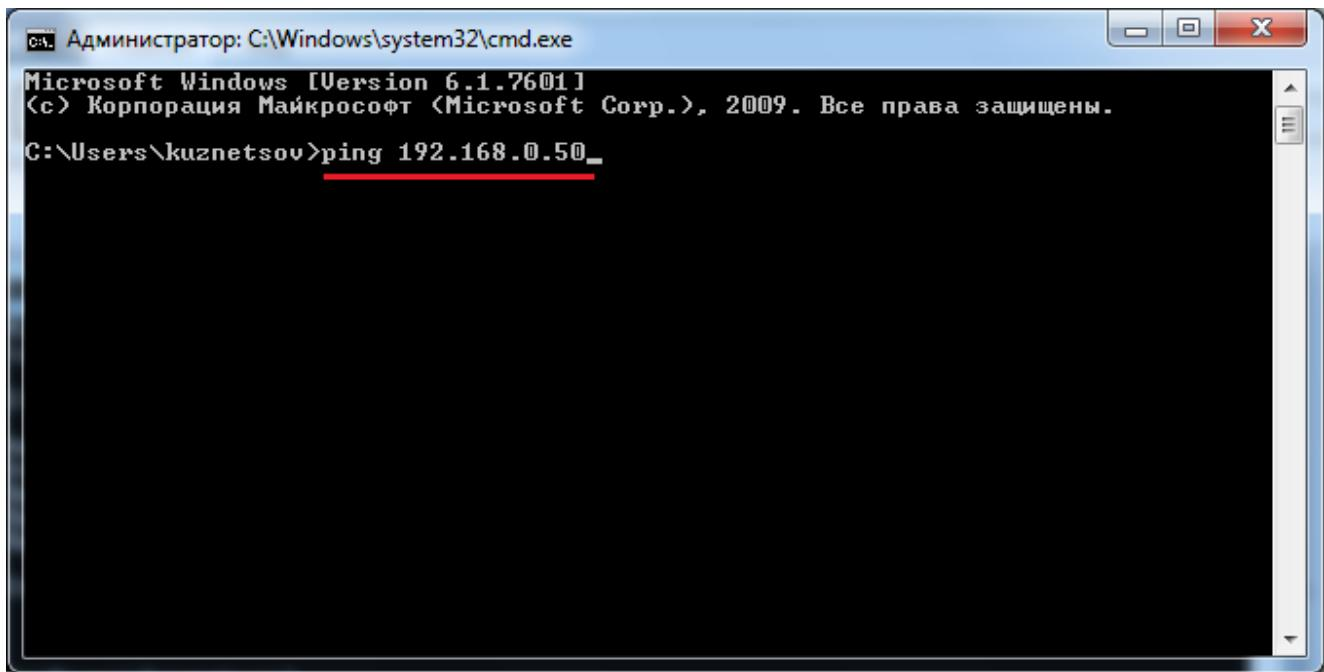

Рисунок 36. Окно «Администратор»
- нажать «OK». В появившейся командной строке, см. Рисунок 36, вводим команду «ping», пробел и адрес контроллера «192.168.0.50»: